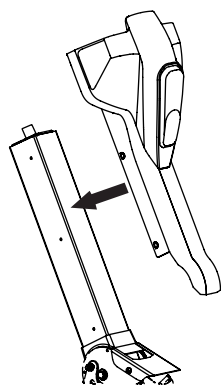
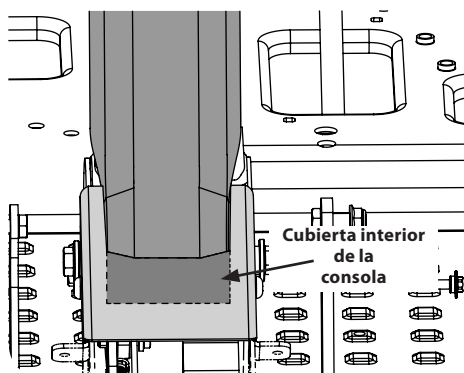

Figura 2-5
Figura 2-6
- Deslice la consola hacia el interior de la columna de dirección con el mazo de cables metido detrás de la consola. Asegúrese de que la porción inferior de la consola esté dentro de la cubierta inferior de la columna. Consulte la Figura 2-5 y la Figura 2-6.